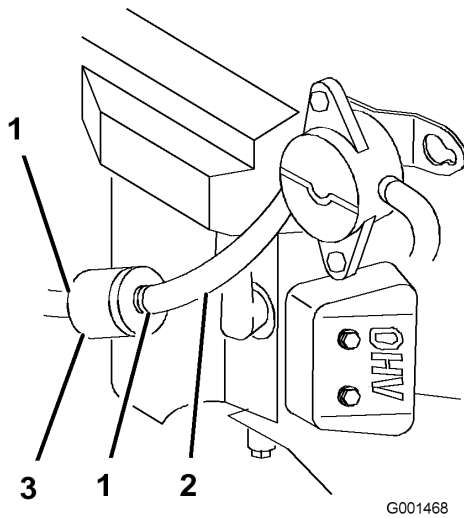

Figura 26
4. Apriete los extremos de las abrazaderas y deslícelas por el tubo alejándolas del filtro (Figura 26).